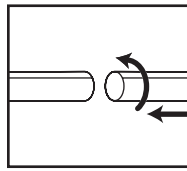

FIGURA 1
3. Inserte el extremo de la manguera de la máquina en la entrada del depósito. Gire ligeramente para ajustar la conexión **FIGURA 1**.
4. Acople uno de los accesorios de limpieza (dependiendo de lo que desee limpiar) al extremo de la manguera donde se conectan los accesorios. Gire ligeramente para ajustar la conexión **FIGURA 1**.